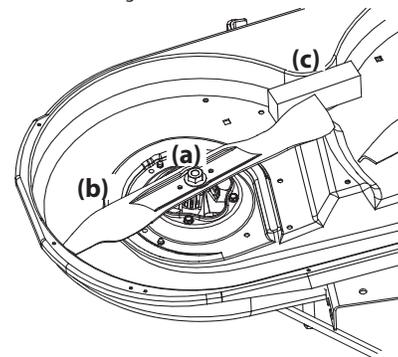

Figura 4-18
- Use una llave de $\frac{1}{16}$ " para sostener la tuerca hexagonal en la parte superior del conjunto del husillo cuando afloje la tuerca hexagonal (a) que sujeta la cuchilla (b). Se puede colocar un bloque de madera (c) entre el alojamiento de la plataforma y el borde de corte de la cuchilla (b) para ayudar a aflojar la tuerca hexagonal (a) que sujeta la cuchilla. Consulte Figura 4-18.